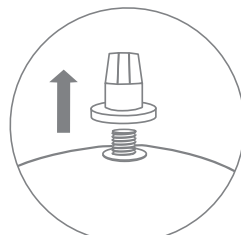

Рис. 13
3. Удалите транспортную заглушку (рис. 13), которая закрывает резьбовой штуцер подключения воды: в верхней части накопительного бака открутите транспортную заглушку против часовой стрелки.